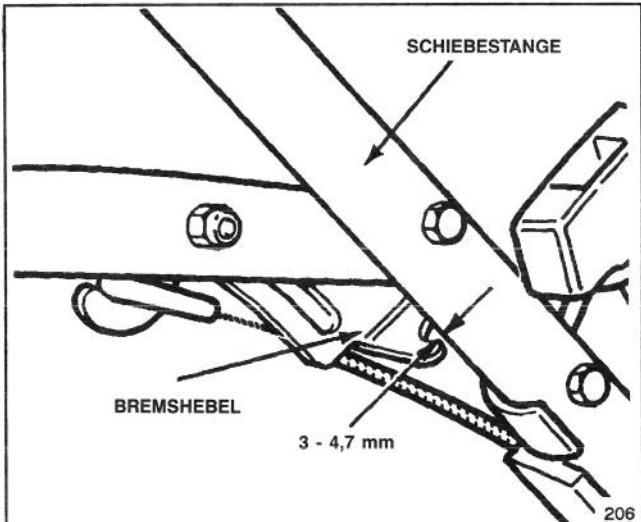

Abbildung 29
2. JUSTIERUNG ÜBERPRÜFEN (Abb. 29)—Antriebshebel zur Schiebestange bewegen, bis das Kabel straff ist. Abstand zwischen Bremskabel und Schiebestange muß 3 - 4,7 mm betragen. Siehe Schritt 3 für Justierung.